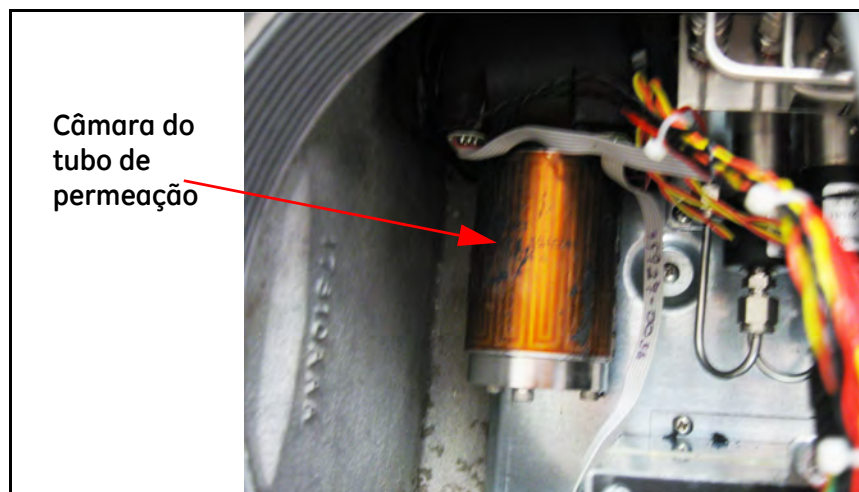

Figura 81: Remover o isolamento
5. Use uma mão para segurar o coletor de pré-aquecimento (Figura 81).